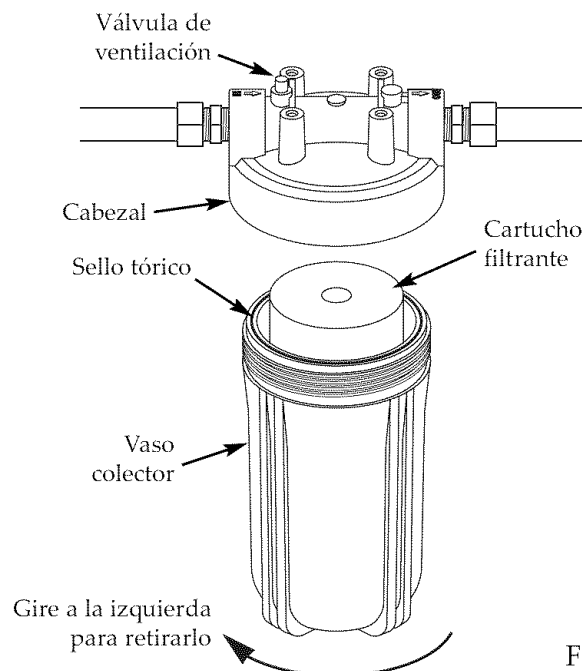

Figura 14
1. Cierre la válvula de paso más cercana al suministro de agua del filtro. Para aliviar la presión del filtro, oprima la válvula de ventilación de la parte superior del cabezal del filtro (vea la Figura 14) o abra un grifo de agua fría posterior al filtro. Es posible que salga algo de agua por la válvula de ventilación mientras se alivia la presión.
2. Gire el vaso colector a la izquierda para retirarlo del cabezal. (Vea la Figura 14.) Tenga cuidado. El vaso colector está lleno de agua. No pierda el aro tórico grande.